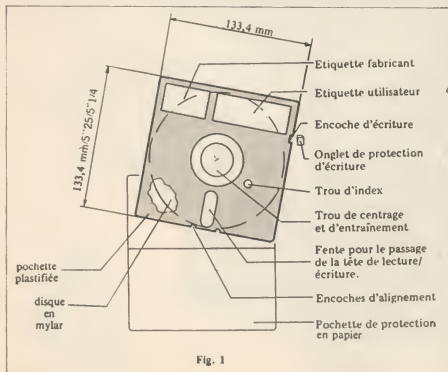

Fig. 1
Elle se compose d'un disque de mylar recouvert sur toute sa surface par un oxyde magnétique. Ce disque tourne dans une pochette plastifiée, à une vitesse de 300 tr/mn. Sur cette pochette on peut remarquer quatre ouvertures principales (fig. 1) :
- un trou central qui permet au mécanisme d'entraînement de pincer la disquette et de la faire tourner (fig. 1 et 2) ;